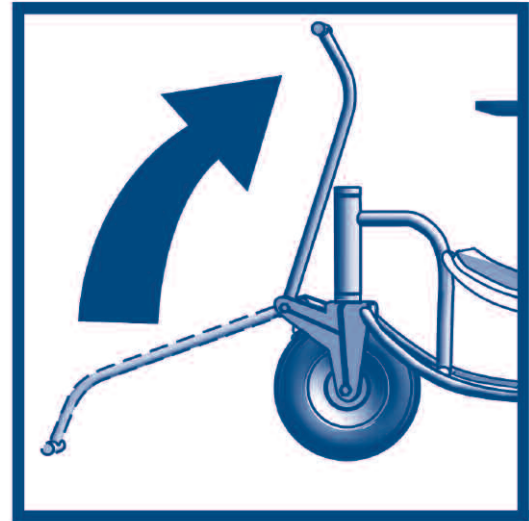

Figure 4
9. Lorsque la perche et le chariot ne sont pas utilisés, tous les mécanismes de blocage doivent être en place (fig. 4).